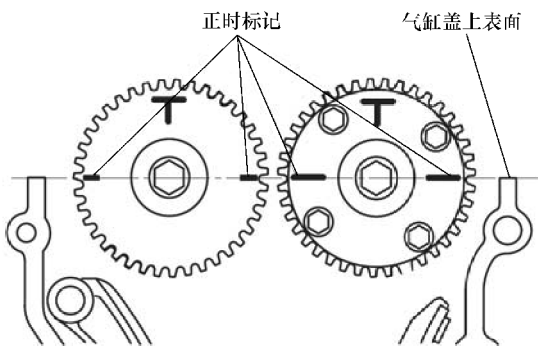

图 10-21 对齐凸轮轴链轮标记
2) 对齐凸轮轴链轮上的正时标记,从而使它们形成一条直线,并且与气缸盖上表面对齐,如图 10-21 所示。